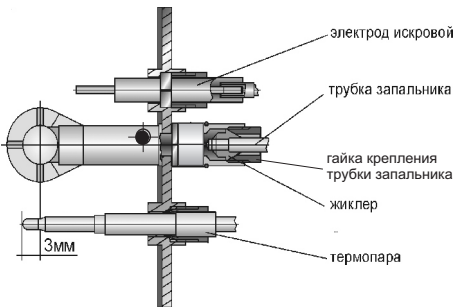

Рис. 3. Запальная горелка
7.5.3 Произвести замену жиклера рис.3 запальной горелки на жиклер для сжиженного газа (входит в комплект поставки), для чего необходимо:
- выкрутить гайку крепления трубки запальника из запальной горелки рис.3;
- снять трубку запальника, вынуть жиклер запальной горелки рис.3;
- произвести монтаж трубки запальника рис.3 к запальной горелке с жиклером для сжиженного газа в обратном порядке демонтажа.